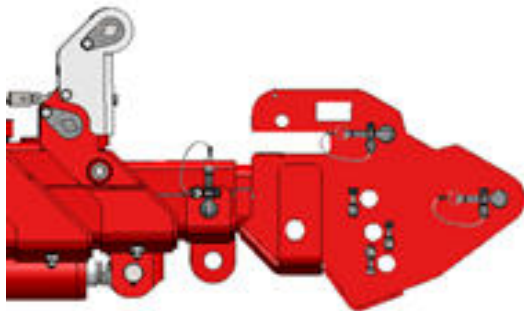

Figura 4.13 Fissaggio del gruppo di regolazione sul braccio
2. Installare il gruppo di regolazione nel braccio e fissarlo con il perno di bloccaggio e la clip di fissaggio (vedi *Figura 4.13*).